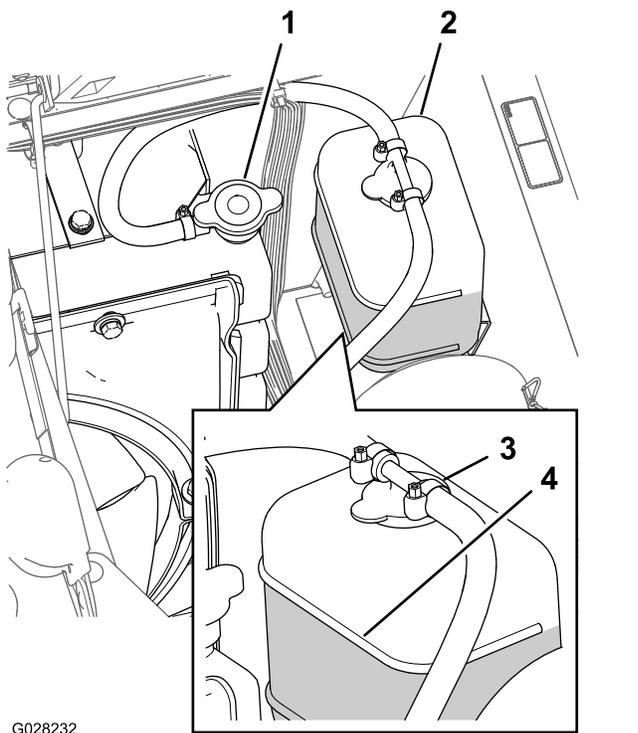

Figura 90
3. Retire cuidadosamente a tampa do radiador e a tampa do depósito de expansão (Figura 90).
Nota: O radiador deverá encontrar-se cheio de líquido até ao cimo do tubo de enchimento e o nível de líquido no depósito de expansão deverá atingir a marca Cheio no depósito (Figura 90).
5. Se o nível do líquido de arrefecimento for baixo, retire a tampa do depósito de expansão e o tampão do radiador, encha o depósito de expansão até à marca Cheio e o radiador até ao cimo do tubo de enchimento (Figura 90).
6. Volte a colocar as tampas no radiador e no depósito de expansão (Figura 90).
2. Aguarde até o motor estar frio e depois retire o tampão do radiador (Figura 90).
6. Retire o tampão do radiador (Figura 90).
8. Ligue o motor com a tampa sem aperto no radiador (Figura 90).
10. Assim que o líquido de arrefecimento tiver aquecido, encha o nível do líquido até à superfície de vedação e aperte o tampão (Figura 90).
11. Abra a tampa do depósito de expansão e encha o depósito com líquido de arrefecimento até ao nível Frio (Figura 90).